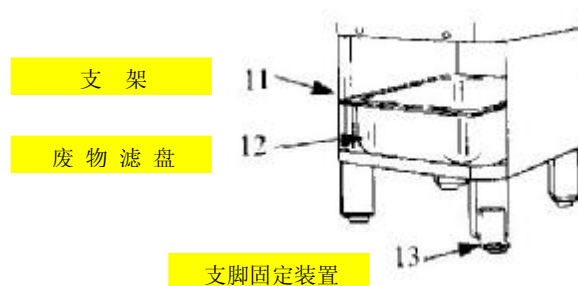

图 1——整机结构
- 微型开关——当盖子被移开或食物排空出口打开时，会自动停止设备（参见图 1）。只有当盖子或食物排空出口关闭时，设备才可以被启动；